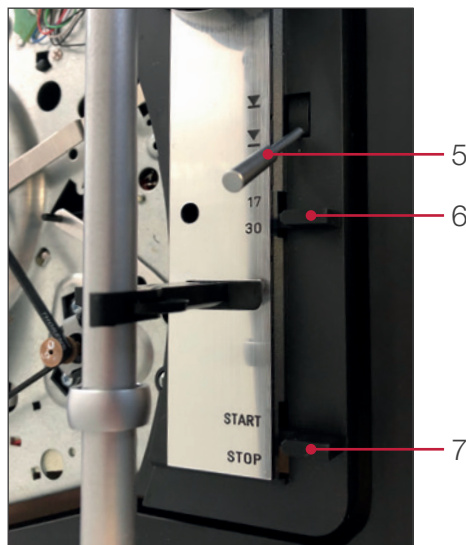

Рис. 8
С помощью кн (6), расположенной с правой стороны рядом с тонармом, можно предварительно настроить диаметр пластинок, где значение 17 см используется для синглов, а значение 30 см для долгоиграющих виниловых пластинок. Эта функция необходима только в том случае, когда управление проигрывателем осуществляется в автоматическом режиме. (Рис. 8)
Снимите прозрачную защитную крышку иглы, остро-рожно потянув ее на себя. Рычаг подъема (5) должен находиться в положении UP (Вверх). Установите руко-ятку (7) в положение Start и тонарм автоматически опустится на пластинку (Рис. 8)
Установите рычаг подъема (5) в положение UP (Вверх). Снимите тонарм с подставки и установите его над вводной канавкой пластинки. Сейчас электродвигатель и опорный диск начнут вращаться. При опускании рычага подъема (5) тонарм плавно опускается, что очень благоприятно сказывается на ваших любимых пластинках. С помощью рычага подъема тонарм может повторно перемещаться вверх и вниз в любом направлении относительно пластинки при одновременном вращении опорного диска (Рис. 8)
После достижения выводной канавки тонарм автоматически поднимается и возвращается на свою подставку. Электродвигатель выключается. Вы также можете выключить проигрыватель путем перемещения рукоятки (7) в положение Stop, или путем поднятия рычага подъема (5) в положение UP (Вверх) и возврата тонарма рукой в положение на держатель. (Рис. 8)